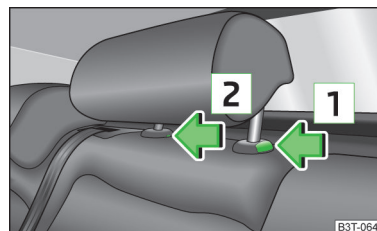

Abb. 69 Hintere mittlere Kopfstütze bei Fahrzeugen mit dem System TOP TETHER
- › Die Sicherungstaste in Pfeilrichtung [1] » Abb. 69 drücken, gleichzeitig mit einem flachen Schraubendreher mit einer Breite von max. 5 mm die Sicherungstaste in der Öffnung [2] drücken und die Kopfstütze herausziehen.